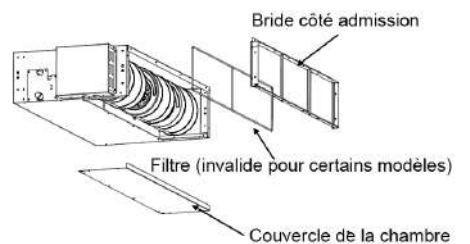
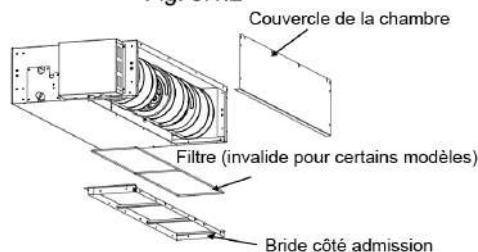

Fig. 3.1.2
Fig. 3.1.3
- (1) Retirez le couvercle de la chambre.
- (2) Remettez le filtre retiré dans l'orientation indiquée sur la figure 3.1.2, remettez le couvercle de la chambre retiré dans l'orientation indiquée sur la figure 3.1.3, reportez-vous à la figure 3.1.3 pour connaître la direction du filtre.